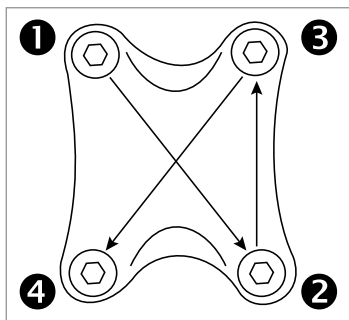
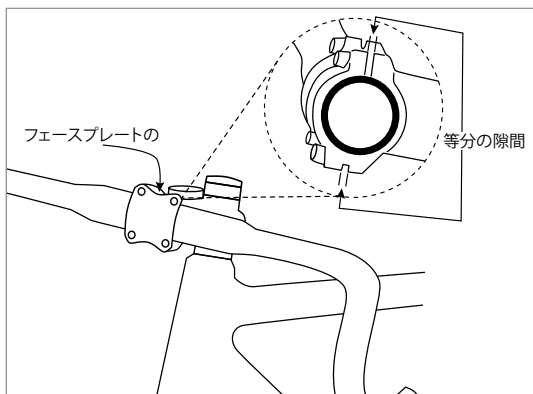

図3
図4
11. 図3の締め付け手順に従ってフェースプレートボルトを交互に締めます。各ボルトを5~8Nmのトルクになるまで半回転づつ回転させます。各コンポーネントに定められた最大トルクを超えないようにします。次に、フロントキャップとハンドルバークランプの後部部分の上下の隙間を確認して、両者が等しいことを確認します(図4)。